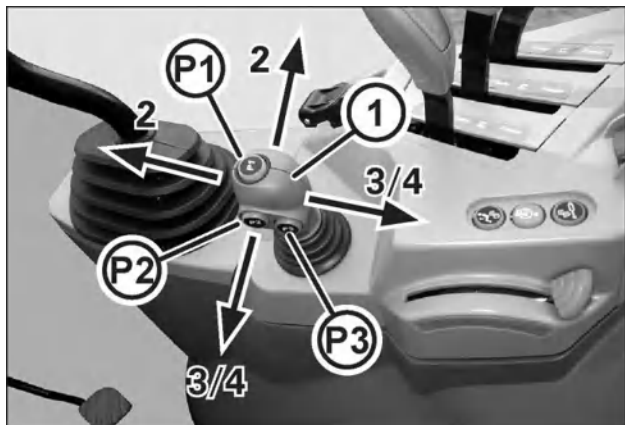
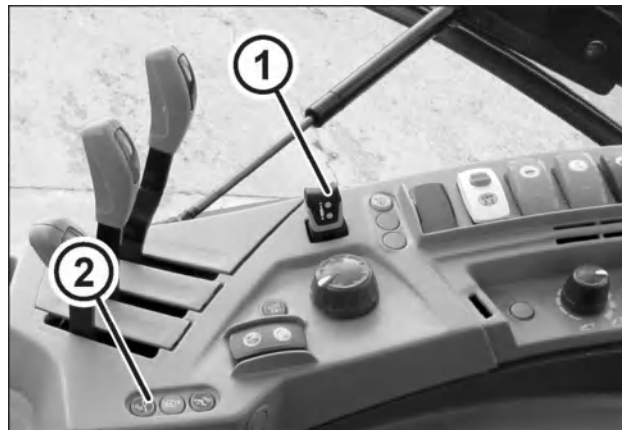

Рис. 5-74
Рис. 5-75
Переключатель (1) используется для управления дополнительным центральным гидрораспределителем. Он устанавливается в комплектациях с трехнасосным гидравлическим контуром. Переключатель (1) на рис. 5-75 управляет задним электрогидравлическим распределителем. Для использования центральных гидрораспределителей необходимо запустить двигатель, перевести джойстик (1) (см. рис. 5-74) и ползунковый переключатель (1) в нейтральное положение, и нажать кнопку (2) примерно на 3 секунды, чтобы задействовать гидравлическую систему гидрораспределителей.